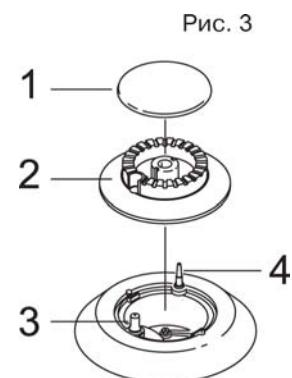

Рис. 3
На модели, рассматриваемой в данной инструкции, установлены газовые горелки с электроподжигом, и системой защиты от утечки газа (газ-контроль). Общий вид разобранной на составные части газовой горелки представлен на рис. 3. В ее составе можно выделить следующие элементы:
Для устойчивого возгорания газа удерживайте ручку управления нажатой, примерно, в течение 3 секунд. Зажигание пламени сопровождается щелчками, вызванными электрическими разрядами в свече розжига (позиция 3 на рис. 3). После загорания газа в горелке поверните ручку управления в такое положение между символами «Максимальное пламя» и «Минимальное пламя», чтобы получить пламя нужной интенсивности. Если пламя в горелке не зажглось, повторите эту процедуру еще раз. Если свеча розжига грязная, электроподжиг может не функционировать должным образом. Поэтому рекомендуется поддерживать плиту в очень чистом состоянии. Для чистки свечи розжига используйте небольшую щетку. При этом имейте в виду, что к самой свече розжига не следует прилагать никаких усилий.
Ваша модель оборудована системой защиты от утечки газа («газ-контроль»), то есть системы управления горелками оснащены предохранительными клапанами, которые отключают подачу газа, в ситуациях, когда пламя горелки по каким либо причинам случайно погасло. Датчиками предохранительных клапанов служат термоэлементы (позиция 4 на рис. 3), установленные на каждой горелке соответствующей модели. Пока термоэлемент горячий предохранительный клапан открыт, газ беспрепятственно поступает в горелку и горит. Как только газ, по какой либо причине, случайно гаснет, термоэлемент остывает, что служит для предохранительного клапана сигналом на перекрытие поступления газа в соответствующую горелку. Таким образом, перекрывается доступ несгоревшему газу в Вашу кухню.
**Если горелка не зажигается после нескольких попыток, проверьте, в правильном ли положении находится колпачок (позиция 1 на рис. 3) и рассекатель (позиция 2 на рис. 3) газовой горелки.**